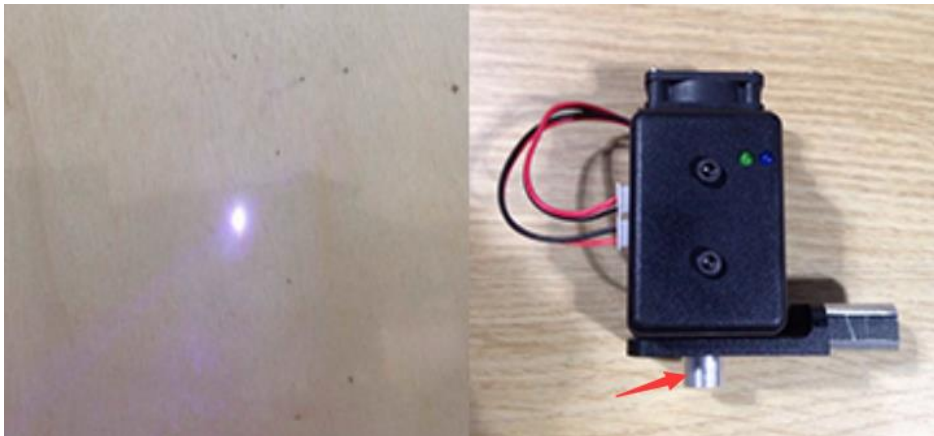

图 5.84 调整焦距
- 如果激光始终无法聚焦，可能是激光头的焦距过长，可以旋转激光头底部的金属旋钮进行聚焦（如图 5.84 右图所示的旋钮）。